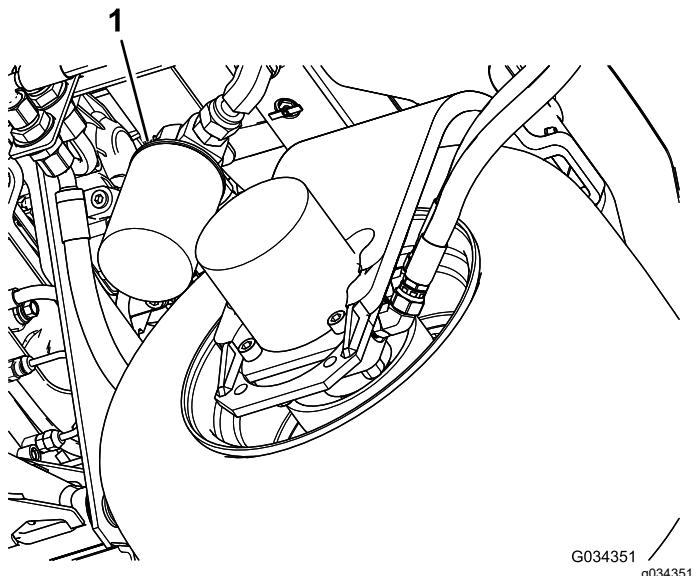

Figura 83
- Pulite la superficie circostante il filtro. Collocate una bacinella di spурgo sotto il filtro (Figura 83), e togliete il filtro.